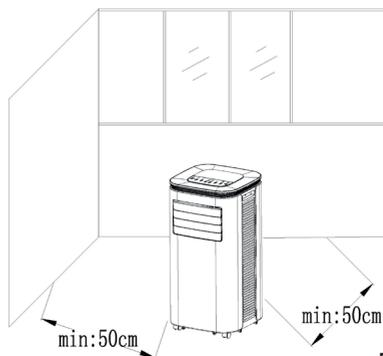

Figure 4
1) Déplacez le climatiseur avec le tuyau d'évacuation de chaleur et les dispositifs déjà connectés devant la fenêtre, tout en veillant à garder une distance de plus de 50 cm entre la machine et les murs ou autres objets. (voir Figure 4).